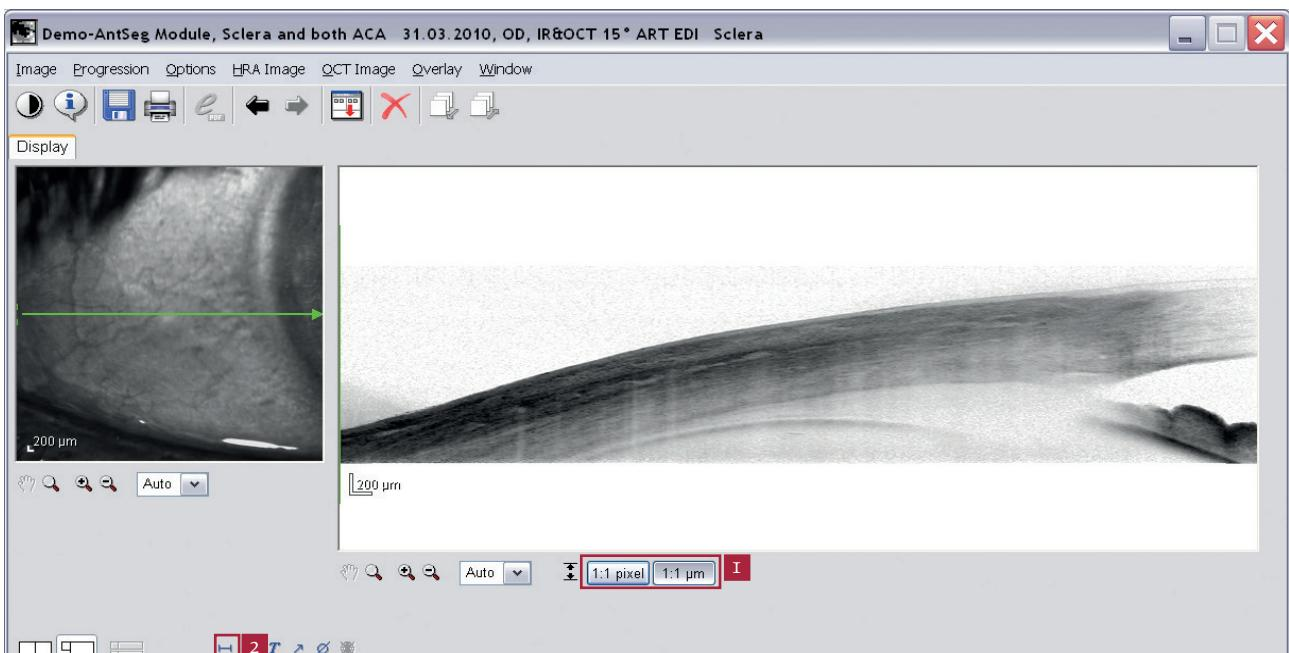

Abb. 11: Analysefenster Skleraaufnahme
- ✓ Auswahl der OCT-Scan-Ansicht 1:1 µm (Abb. 11 1). In der 1:1 Pixel Darstellung ist das Messwerkzeug nicht verfügbar.
- ✓ Distanzmesswerkzeug (Abb. 11 2) durch Mausklick auswählen.